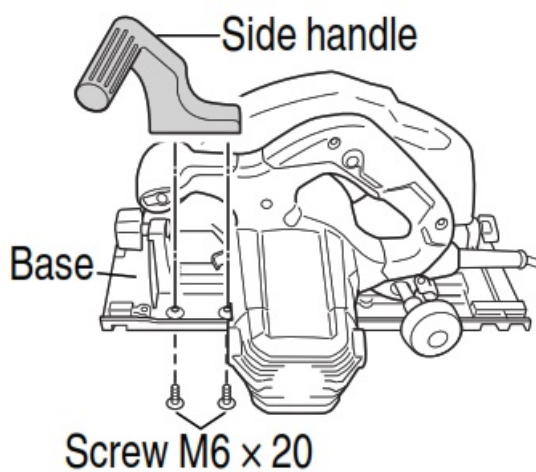

Fig. 3
4. When using the side handle (Fig. 3)